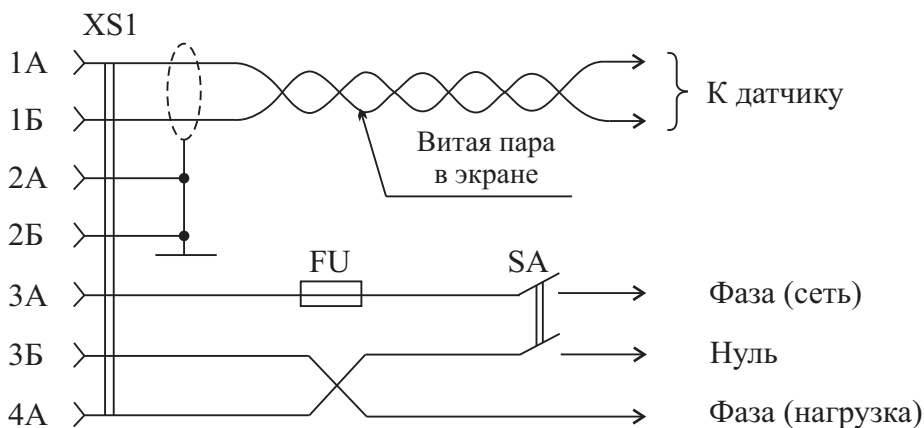

Рисунок 3 - Схема распайки ответной части разъема РП10-7Л и подключения дополнительных элементов
2.2.1 Место для установки терморегулятора следует выбирать таким образом, чтобы исключить воздействие на его корпус тепловой энергии от работающего нагревательного элемента. После выбора места для установки терморегулятора, следует произвести распайку ответной части разъема РП107Л в соответствии со схемой, приведенной на рис. 3.
Предохранитель, установленный в держателе на задней стенке корпуса терморегулятора, предназначен только для ограничения силы тока в цепи питания электронного блока. Для обеспечения безаварийной работы терморегулятора с нагревательным элементом необходимо ограничивать ток в цепи релейного элемента. Достижение этой цели осуществляется с помощью дополнительного предохранителя FU (см. рис. 3), номинальный ток срабатывания которого определяется с учетом мощности нагревательного элемента.
2.2.4 Подключение питающей сети переменного напряжения к терморегулятору рекомендуется осуществлять через дополнительный выключатель SA (см. рис. 3).
2.3.3 По завершении работ с терморегулятором, его необходимо отключить от питающей сети с помощью выключателя SA (рис. 3).
2.4.3 Перерегулирование заключается в отклонении температуры объекта от установленного значения на 15 °С. Перегрев может произойти в результате залипания контактов электромагнитного реле или в результате короткого замыкания проводов "Фаза (сеть)" и "Фаза (нагрузка)" (см. рис. 3). При этом в обоих случаях нагревательный элемент оказывается непосредственно подключенным к питающей сети и регулирование его температуры оказывается невозможным. Недогрев может произойти по следующим причинам:
2.4.4 При возникновении любой из рассмотренных аварийных ситуаций необходимо отключить терморегулятор от питающей сети с помощью дополнительного выключателя SA (см. рис. 3) и принять меры к устранению неисправностей.
3.3.1 Для проверки работоспособности терморегулятора необходимо соединить его кабель с ответной частью разъема, которая распаяна в соответствие со схемой, приведенной на рис. 3, и подключить к питающей сети с переменным напряжением 220 В, используя дополнительный выключатель.